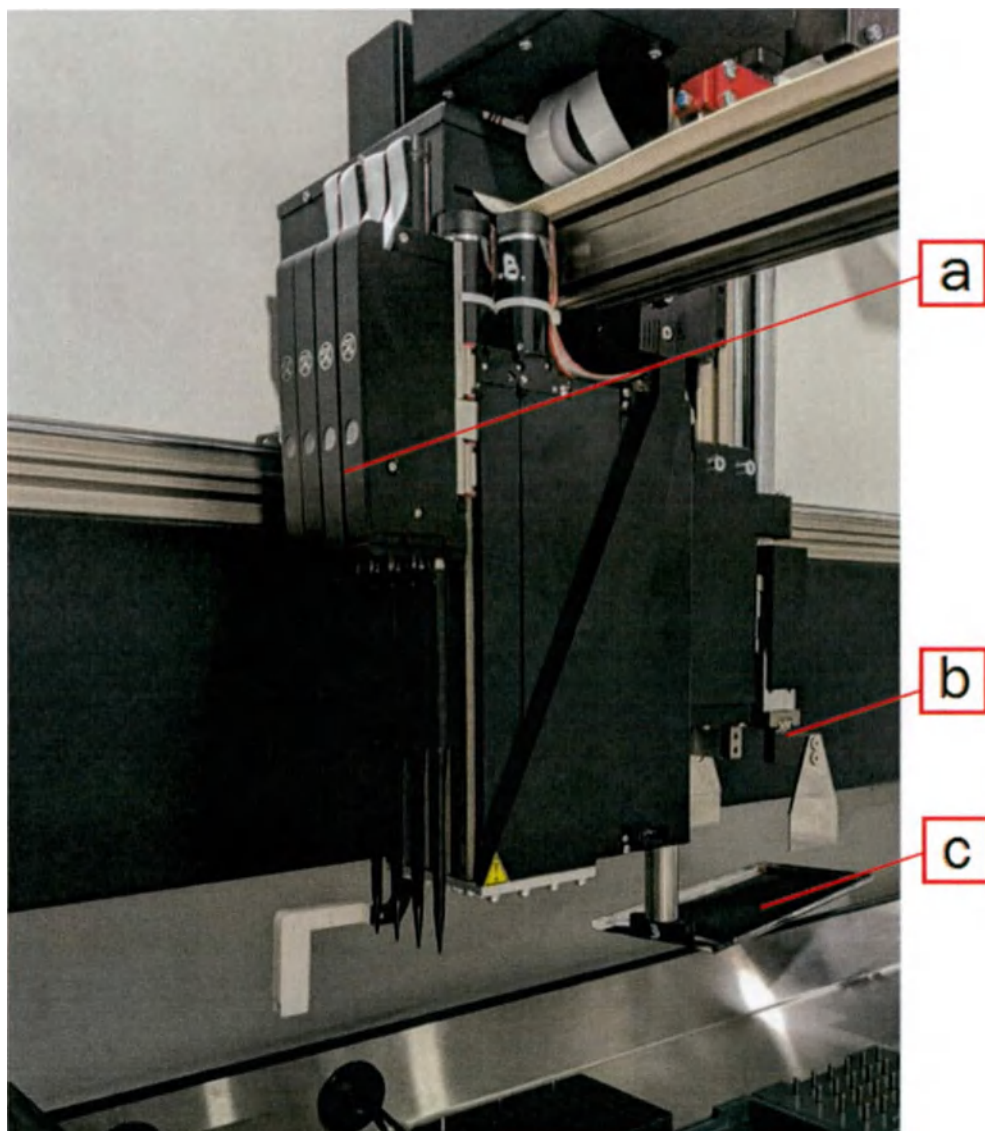

Рис. 2. Манипулятор, общий вид. Обозначение компонентов манипулятора: а – дозирующее устройство; b – гриппер; с – защитная шторка.
5.4. Манипулятор представлен модулем с четырьмя дозирующими устройствами, гриппером и защитной шторкой. Общий вид манипулятора приведен на Рис. 2.